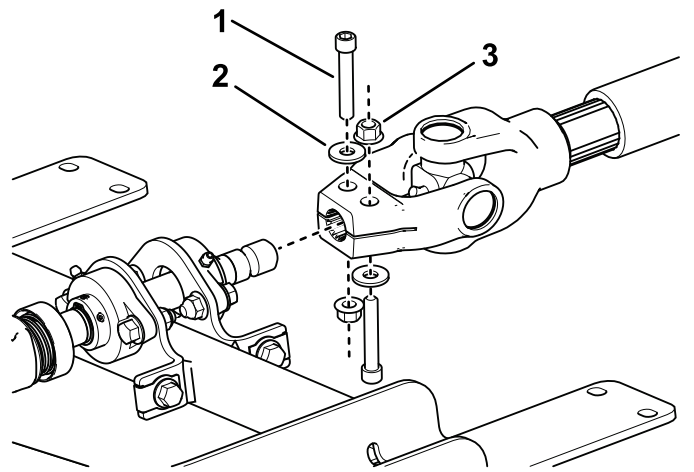

図 14
6. 3トラクションユニット側の準備 (ページ 8) で取り外した PTO 取り付け用のパーツを使用して、トラクションユニットの PTO シャフトを取り付けプレートアセンブリのスプライン付き接続用シャフトに 図 14 のように固定する。